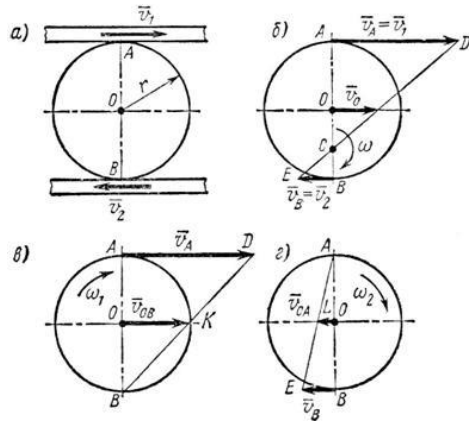

Рисунок 1
1. Две параллельные рейки (рис. 1, а) движутся в противоположные стороны с постоянными скоростями $V_1 = 8 \text{ м/с}$ и $V_2 = 2 \text{ м/с}$. Между рейками зажат диск радиусом $r = 0,5 \text{ м}$, катящийся по рейкам без скольжения.